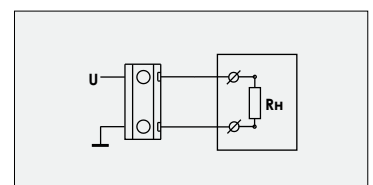

рис. 7
- ❖ **регулируемый генератор напряжения 0...10, 2...10 В** (код - АМ, рис. 7). Могут непосредственно управлять исполнительными устройствами средней и большой мощности со стандартными входами 0...10, 2...10 В (частотные преобразователи, приводы заслонок, задвижек, клапанов и т.д.).